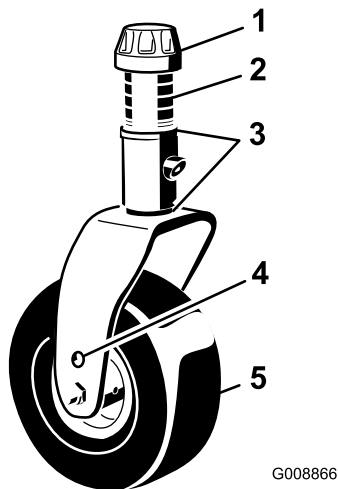

Bild 16
4. Entfernen Sie die Spannkappe von der Spindelwelle und ziehen die Spindel aus dem Laufradarm heraus (Bild 16).